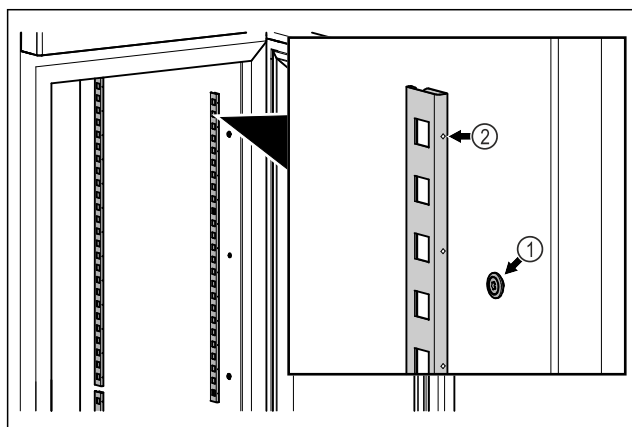

Fig. 79 Príklad zobrazenia
- ▶ Koľajničky zaveste do závesu Fig. 79 (1). Označenie Fig. 79 (2) musí ukazovať dopredu.